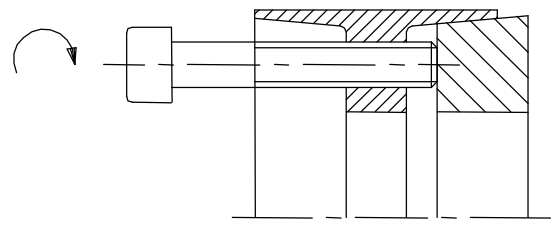

Bild 6: Demontage des hinteren Druckringes
- Spannschrauben in die Abdrückgewinde des Außenringes (Bauteil 3) einschrauben (siehe Bild 6).